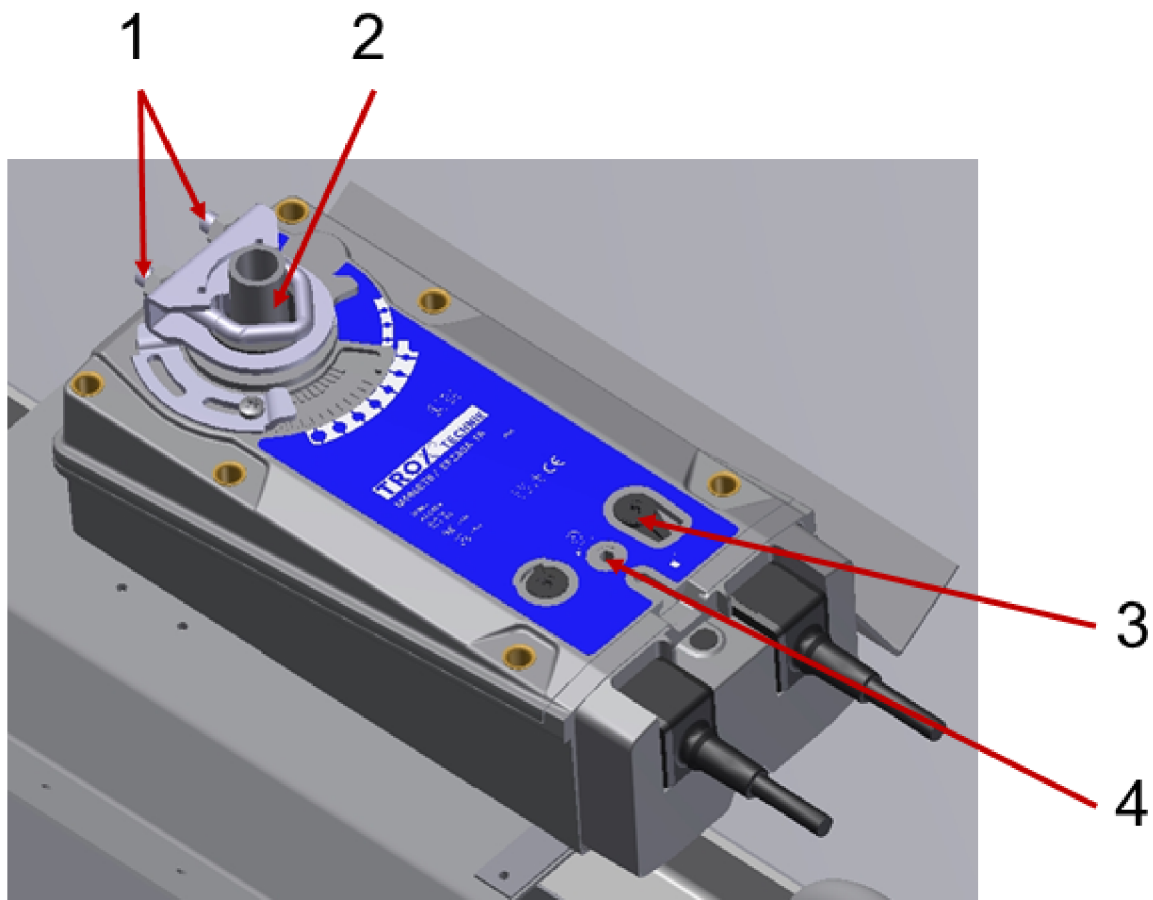

Abb. 21: Grundgehäuse mit Stellantrieb
9. ▶ Durch Betätigung des Verriegelungsschalters ( Abb. 21 /3) den Stellantrieb entriegeln und zufahren lassen